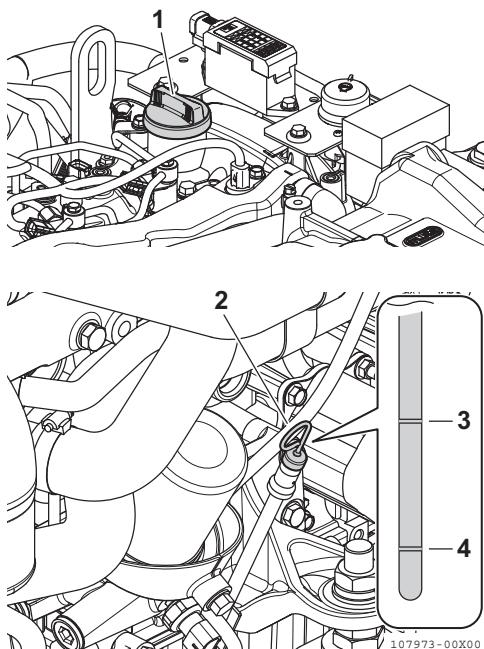

Figure 6
2. Enlevez la jauge (Figure 6, (2)) et nettoyez-la avec un tissu propre.
4. Enlevez la jauge. Le niveau de l'huile doit être compris entre les lignes supérieure (Figure 6, (3)) et inférieure (Figure 6, (4)) de la jauge.
1. Retirez le bouchon du port de remplissage d'huile (Figure 6, (1)) et remplissez avec de l'huile pour moteur.
2. Remplissez avec de l'huile jusqu'à la limite supérieure (Figure 6, (3)) sur la jauge (Figure 6, (2)).